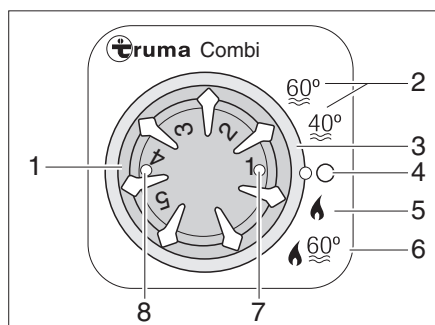

Fig. 209 Unidad de mando para la calefacción/caldera
- Seleccionar el modo de funcionamiento con el interruptor giratorio (Fig. 209,3).
La calefacción selecciona por sí sola la potencia de quemador necesaria. En el modo de funcionamiento "Calefacción y caldera" (Fig. 209,6) se calienta también el agua en la caldera. La calefacción puede utilizarse en el modo de funcionamiento "Calefacción sin caldera" (Fig. 209,5) con la caldera vacía.
- Poner el botón giratorio de temperatura (Fig. 209,1) de la unidad de mando en el nivel de calefacción deseado.
- Poner el interruptor giratorio (Fig. 209,3) en modo de invierno "Calefacción sin caldera" (Fig. 209,5) o en modo de invierno "Calefacción y caldera" (Fig. 209,6).
La luz de control verde (Fig. 209,7) se enciende.
- Ajustar el interruptor giratorio (Fig. 209,3) en "O" (Fig. 209,4).
La combinación de los funcionamientos a gas y con electricidad a 230 V acorta el tiempo de calentamiento (esto solo es posible si en la unidad de mando (Fig. 209) la calefacción se encuentra ajustada en modo de invierno).